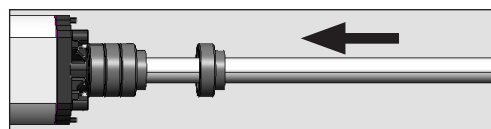

Fig.14
14. Si une butée mécanique n'est pas présente au sol en ouverture, il est possible d'utiliser les douilles (Fig. 1 réf. ⑦). Enlever le joint antérieur et insérer sur la tige un numéro adéquat d'entretois, en les encastrant entre eux, jusqu'à rejoindre l'angle d'ouverture désiré (Fig. 14).